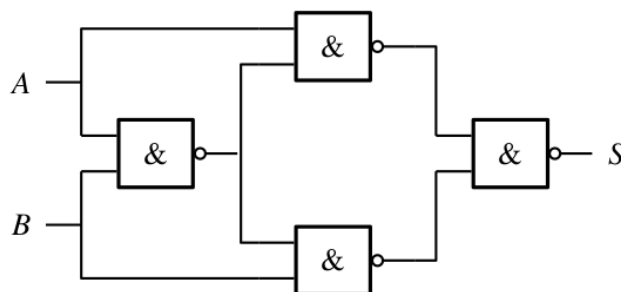

FIGURE 4 – Une porte à déterminer
- Réaliser le montage de la figure 4 à deux entrées et une sortie.